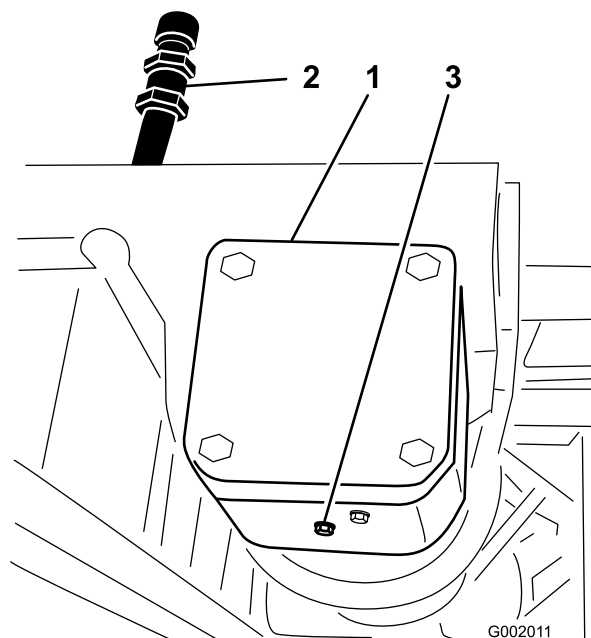

図 73
2. ドレン・プラグの下にオイルを受ける容器をおく（図 73）。
3. 補給口プラグとドレン・プラグを取り（図 73）、排出されるオイルを容器で回収する。